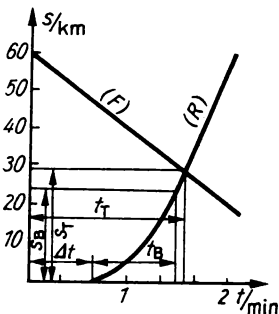

Bild 101
2.52 1. Lösung in Teilschritten (Bild 101):